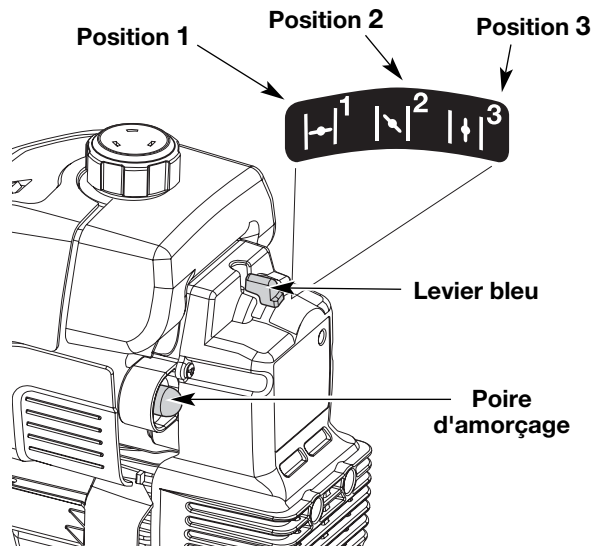

Fig. 7
3. Pressez et relâchez la poire d'amorçage à 10 reprises, lentement. Une certaine quantité de carburant devrait être visible dans la poire d'amorçage et les conduites de carburant (Fig. 7). Si vous n'apercevez pas de carburant dans la poire, pressez et relâchez la poire autant de fois que nécessaire jusqu'à ce que vous aperceviez du carburant dans cette dernière.
4. Mettez le levier bleu en **position 1** (Fig. 7).
9. Une fois que le moteur est chauffé, placez le levier bleu d'étranglement en **position 3** (Fig. 7). La machine est prête à être utilisée.
SI... Le moteur hésite, remettez le levier en **position 2** (Fig. 7) et continuez à le chauffer.